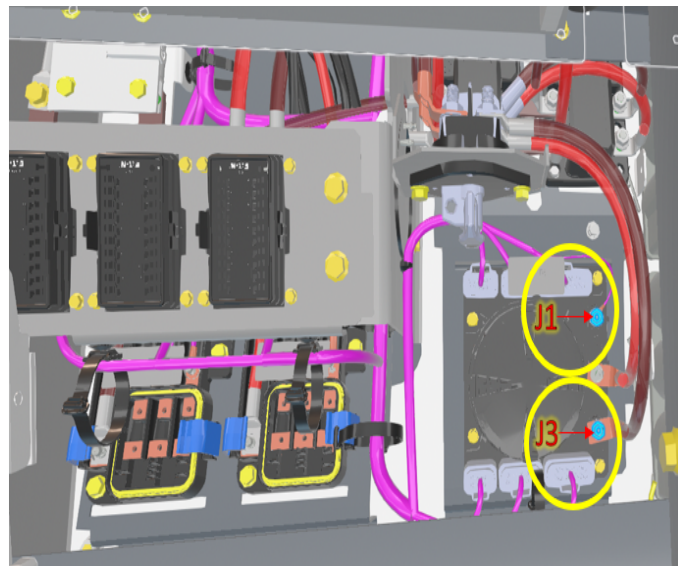

Figure 30 - Bornes du module FLEC
1. En utilisant un chargeur à 24 V, connectez le câble négatif du chargeur à la borne **J1** du module FLEC (**Figure 30**), qui se trouve dans le compartiment LVDU.
2. Connectez le câble positif du chargeur 24 V à la borne **J3** du module FLEC (**Figure 30**).